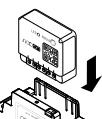

Abbildung 1
① Stellen Sie die allgemeine Stromversorgung des Schaltkastens ab.
② Lösen Sie die Klemmen des Moduls, das Sie anschließen möchten.
③ Setzen Sie das Modul in das DIN-Schiene-Gehäuse ein und achten Sie auf die Einsatzrichtung des Moduls, die Klemmleiste muss sich links befinden (siehe Abbildung 1). Überprüfen Sie, ob die Klemmen gut gelöst sind und achten Sie darauf, dass die Stifte im Kasten nicht geknickt werden.